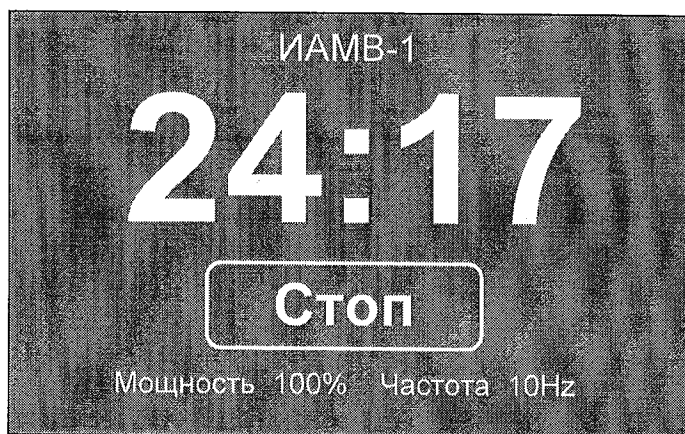

Рисунок 9. Окно индикатора в период формирования магнитного воздействия.
2.3.9 Если в процессе формирования магнитотерапевтического воздействия на пациента необходимо досрочно завершить процедуру, нажмите кнопку «Стоп» на индикаторе. См. Рисунок 9. Процедура прерывается и осуществляется возврат в главное меню программы.